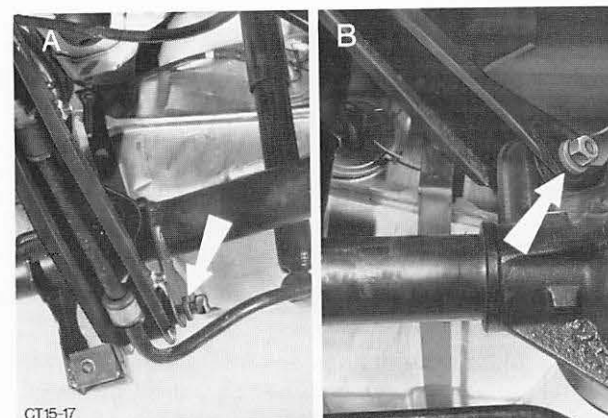

Abb. 22 A = Längslenker an Hinterachse
8. Schräglenker oben und Längslenker unten von der Hinterachse abbauen (je Lenker 1 Bolzen mit Scheibe und Mutter). Abb. 22.